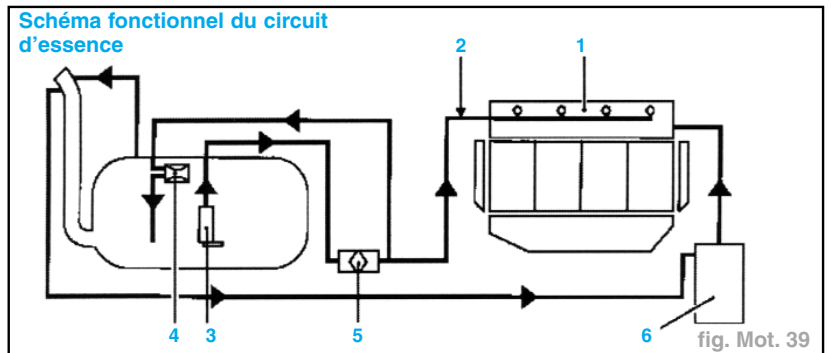

fig. Mot. 39
- d'un réservoir de réaspiration des vapeurs d'essence (**6**) (fig. Mot. 39).